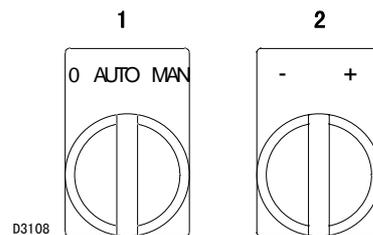
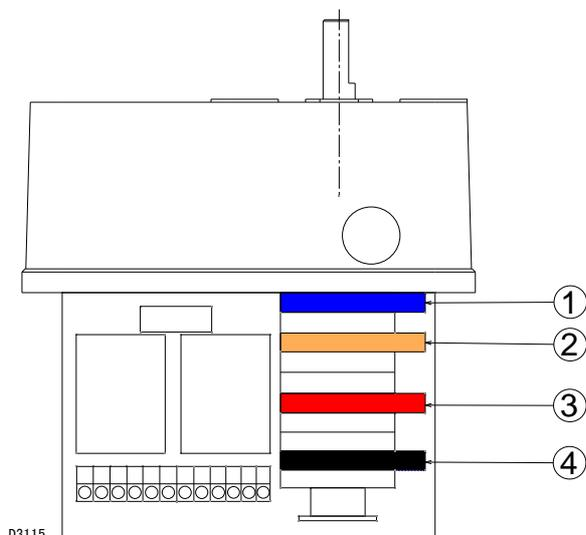

图 25
图 26
将选择器 1（图 25）置于“MAN”位置。
伺服电机（图 26）通过可变轮廓的凸轮和燃气蝶阀，同时对空气阻尼器进行调整。43 秒内旋转 130°。
旋转选择器 2 (图 25) “降低输出功率”，并将其旋转至“-”，直到伺服电机以 35 (在工厂内进行的调整) 关闭空气阻尼器和燃气蝶阀为止。
- ▶ 如有必要减少输气量，则以小幅规则运动稍微减小凸轮角度 2 (图 26)，如从 35° 减小到 33° 至 31° ...
- ▶ 如果需要增大输气量，则旋转“增大功率” 2 (图 25) (打开燃气蝶阀 10-15) 并增大凸轮角度 2 (图 26)，同时伴有一系列小幅运动 - 如从角度 35° 增大至 37° 到 - 39°
通过按下选择器 2 (图 25) 上的符号 (+) 或 (-)，获取从一个位置到下一个位置的通道。
- 2 秒： 启动电气控制箱程序。风机电机启动，伺服电机启动、预冲放阶段启动。伺服电机以 125 度旋转至右侧，即：直到接触点干预到凸轮 3 (图 26, 第 25 页)。
- 63 秒： 伺服器朝向左侧旋转，直到设定凸轮 3 (图 26, 第 25 页) 上的角度。
- 当需要的热量小于燃烧器的最小功率输出时，燃烧器锁定 (G 至 H)。TL 节温器 / 压力开关打开时，伺服电机返回至 0 度位置，该动作由凸轮 2 (图 26, 第 25 页) 限制。空气阻尼器完全关闭，以将热量损失降到最低。